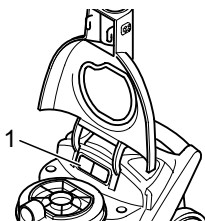

Abb. 23
- Nehmen Sie den Motorschutzfilter (Abb. 23/1) heraus.